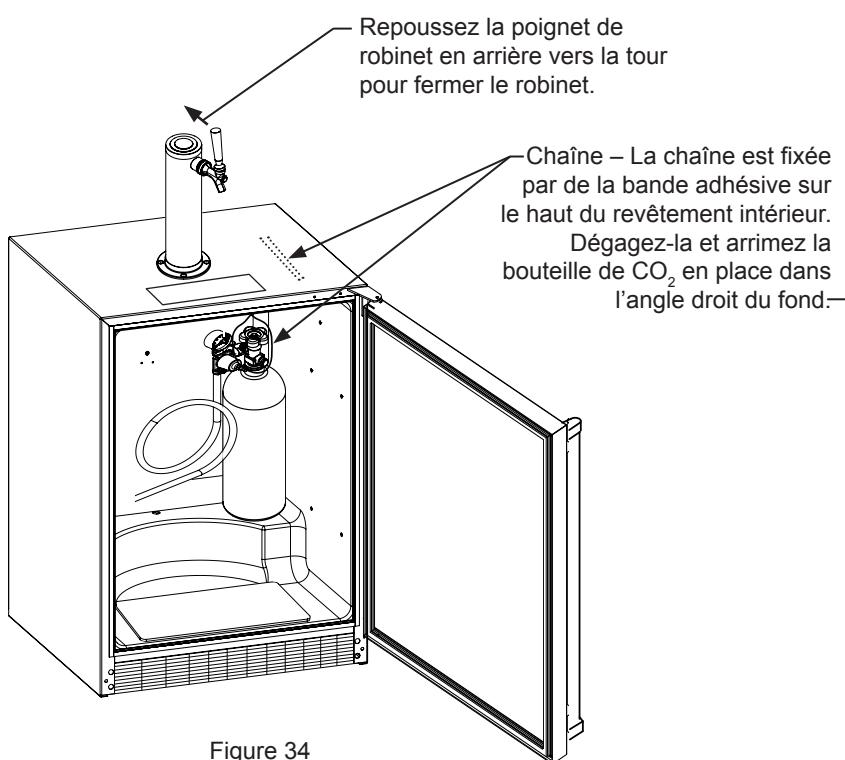

Figure 34
8. Positionnez la bouteille de CO₂ dans l'angle du réfrigérateur comme c'est montré en Figure 34 et attachez-la avec la chaîne. Repousser la poignée de robinet en arrière vers la tour pour fermer le robinet.
2. Assurez-vous que la poignée de vanne est ferme sur la tour (voir la Figure 34).